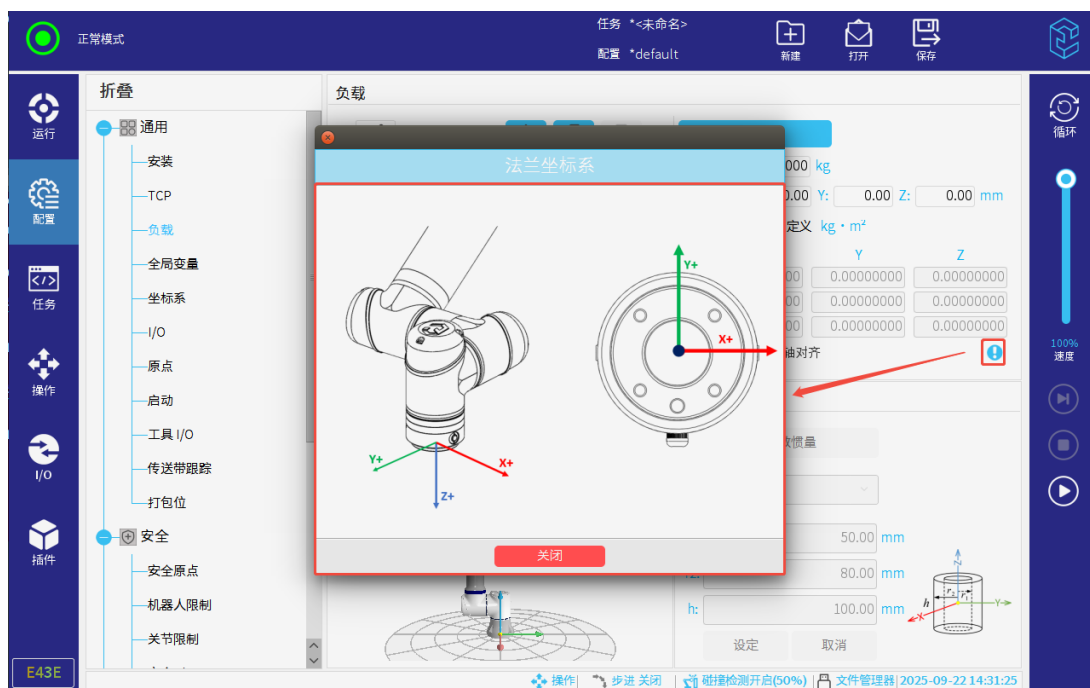

图 3-43: 法兰坐标系方向
- 设置重心参数时，其 XYZ 三轴的参数需与工具法兰轴对齐。点击右侧的  ，可参考法兰坐标系的方向，如图 3-43所示。